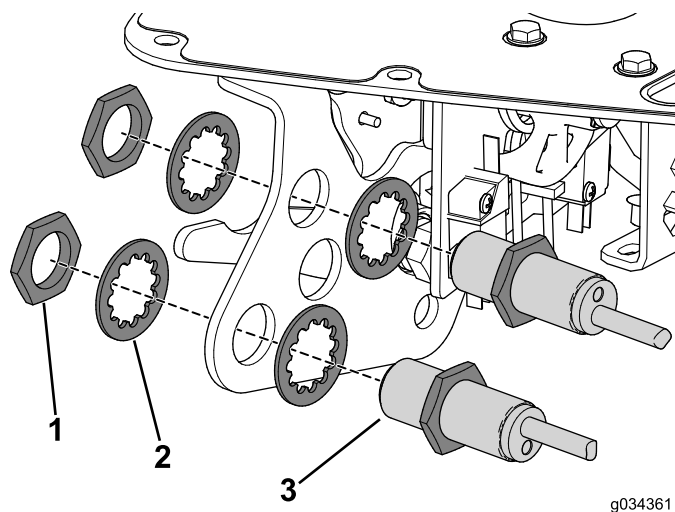

Figura 23
- Utilice las tuercas y las arandelas de freno que retiró anteriormente para sujetar los sensores de proximidad al soporte de la palanca funcional (Figura 23).